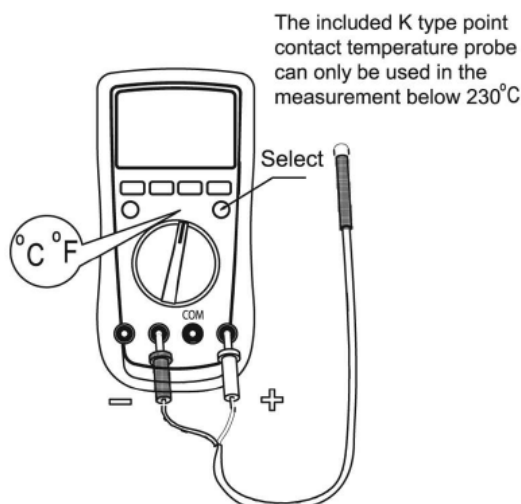

Figura 9. Masurarea temperaturii
Pentru masurarea temperaturii, setati Multimetrul ca si in figura 9 si procedati dupa cum urmeaza:
- Introduceti sonda de temperatura in terminalele de intrare corespunzatoare. (vezi figura 9)